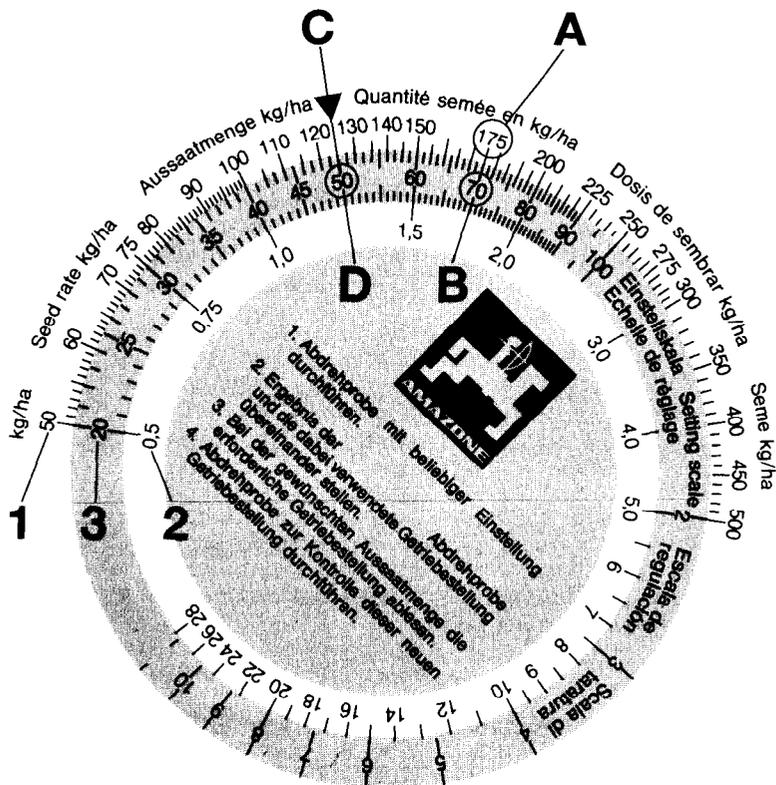

Fig. 54
Die **erste** Abdrehprobe ergibt in der Regel noch nicht die gewünschte Aussaatmenge. Mit den Werten der **ersten** Abdrehprobe kann jedoch die richtige Getriebeeinstell-Nummer leicht mit Hilfe der beiliegenden Rechenscheibe (Fig. 54) ermittelt werden. Die Rechenscheibe besteht aus 3 Skalen. Eine äußere weiße Skala (Fig. 54/1) für alle Aussaatmengen über 30 kg/ha, und eine innere weiße Skala (Fig. 54/2) für alle Aussaatmengen unter 30 kg/ha. Auf der mittleren farbigen Skala (Fig. 54/3) sind die Getriebeeinstell-Nummern von 1 bis 100 angegeben.
- Die Aussaatmenge 175 kg/ha (Fig. 54/A) und die Getriebeeinstell-Nummer „70“ (Fig. 54/B) auf der Rechenscheibe übereinanderstellen.
- Lesen Sie nun auf der Rechenscheibe die Getriebeeinstell-Nummer für die gewünschte Aussaatmenge von 125 kg/ha ab (Fig. 54/C).
In unserem Beispiel ist das die Getriebeeinstell-Nummer „50“ (Fig. 54/D).